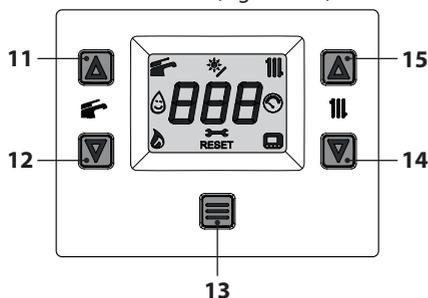
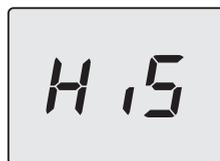

Figura 5.29
Figura 5.30
• Entrare in "modalità programmazione" premendo contemporaneamente per 5 secondi i tasti 12 e 14 (Figura 5.29) fino a far apparire sul display LCD le lettere **HIS** che indicano il menu "Storico delle caldaia" (Figura 5.30).
- tenere premuti contemporaneamente i tasti 12 e 14 per 5 sec. (Figura 5.29) (ritorno al livello precedente).
- Premere per 1 sec. il tasto 13 (Figura 5.29) per entrare nel parametro selezionato. Il display visualizzerà quanto segue (Figura 5.34).
- Premendo il tasto 13 (Figura 5.29) si ottiene la conferma del valore inserito. Il display visualizzerà per 5 sec. quanto segue (Figura 5.36) poi, si porterà al livello superiore.
- Premendo contemporaneamente i tasti 12 e 14 (Figura 5.29) si esce senza modificare il valore (ritorno al livello precedente).